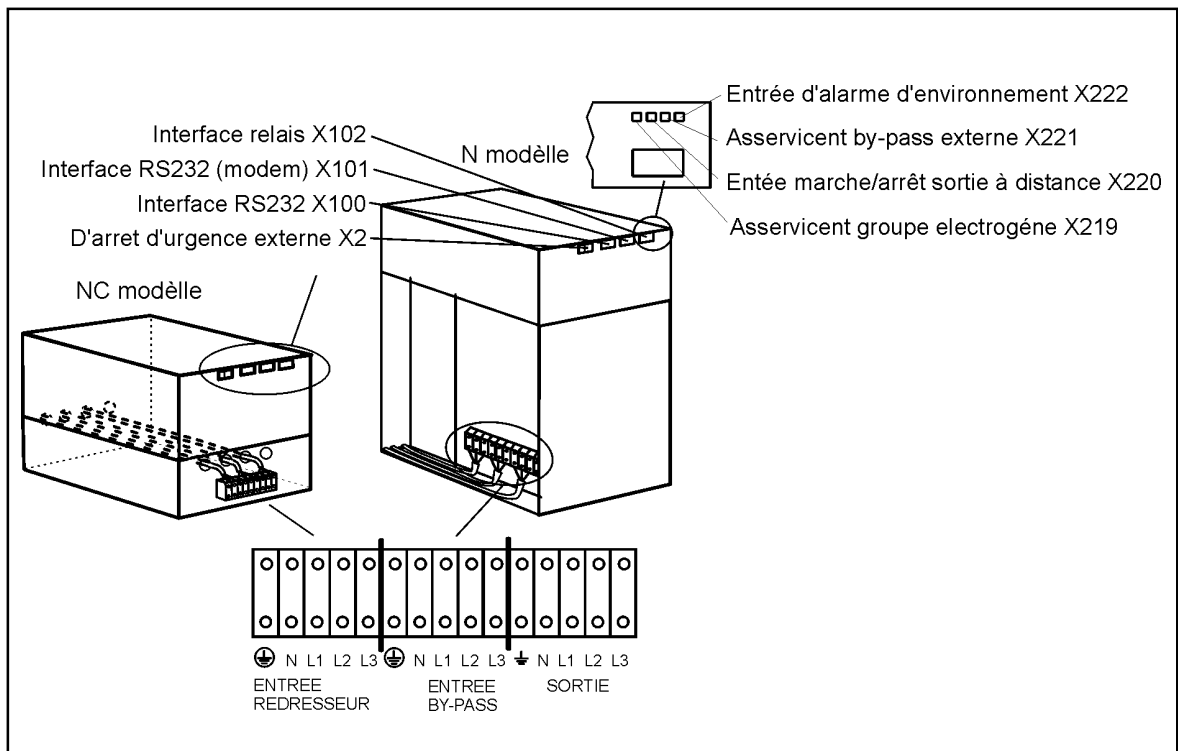

Fig. 4b Emplacements des connexions électriques
8. Relier les câbles d'entrée et les câbles de sortie à l'ASI (Fig. 4b).
Une interface de communication directe avec un ordinateur est fournie dans l'ASI. L'interface est constituée de deux interfaces série RS232 et de quatre relais à contact sec, d'une entrée d'arrêt d'urgence externe et de quatre entrées auxiliaires programmables. Les réglages par défaut de ces entrées auxiliaires sont les suivants: Génératrice marche, Sortie à distance marche/arrêt, commutateur de dérivation externe et alarme d'environnement. Ces interfaces se trouvent derrière le panneau avant supérieur (voir Figure 4b). L'ASI a été conçue pour être entièrement compatible avec le logiciel LanSafe III et FailSafe III. Vérifier la configuration des broches au cas où le constructeur ne fournirait pas de logiciel.
Cette interface relais utilise un sous connecteur D mâle à 15 broches (X102, voir Figure 4b). Ces relais confèrent les informations suivantes:
On utilise cette entrée pour arrêter l'ASI à distance. Il est possible d'employer cette fonction pour la mise à l'arrêt de la charge et de l'ASI. Par exemple, par relais thermique, en cas de température ambiante excessive ou par un arrêt d'urgence externe. Les fils de mise à l'arrêt à distance sont reliés au connecteur X2 (voir Figure 4b).
Les fils de contact auxiliaires du générateur sont reliés à la borne X219 de la carte interface de commande derrière le connecteur X102 de l'interface relais (voir Figure 4b). En fonctionnement habituel, il ne faut pas relier les broches X219/1 et X219/2 ensemble. Lorsque les connexions entre ces broches sont reliées par contacts secs (marche du groupe électrogène), les circuits logiques de l'ASI empêchent le transfert sur by-pass. La connexion à la borne X219 est ouverte lors de la réception de l'appareil.
Si le système ASI est pourvu d'un commutateur de dérivation externe, son état peut être contrôlé par l'ASI par le biais de la borne X221. Les fils de contact auxiliaires du commutateur de dérivation externe sont reliés à la borne X221 de la carte d'interface de commande derrière le connecteur d'interface de relais X102 (voir Figure 4b).
On utilise l'entrée marche/arrêt à distance pour mettre l'onduleur à l'arrêt à distance. Les fils de marche/arrêt de sortie à distance sont reliés au connecteur X220 derrière le connecteur d'interface de relais X102 (voir Figure 4b).
Les fils de contact d'entrée d'alarme d'environnement sont reliés à la borne X222 de la carte d'interface de commande derrière le connecteur X102 d'interface relais (voir Figure 4b).